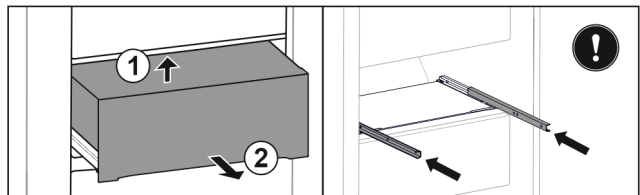

Fig. 49
- ▶ Приподнимите выдвижной ящик сзади снизу. Fig. 49 (1)
- ▶ Извлеките выдвижной ящик движением вперед. Fig. 49 (2)